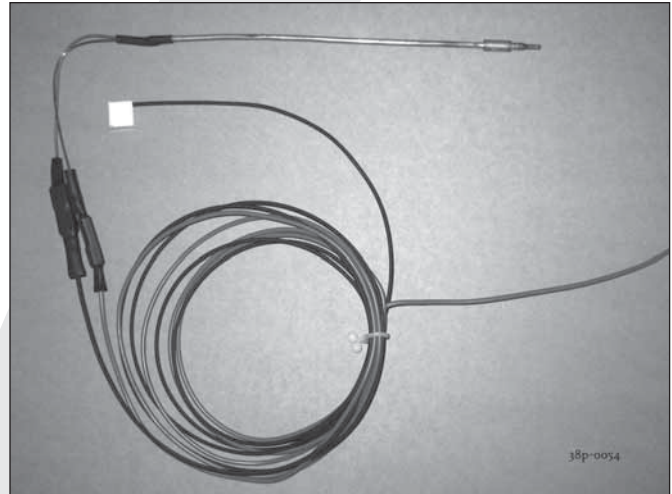

fig. 3b
!Let op De rode draad van thermokoppel 2 blijft aangesloten op het gasregelblok. In Fig. 3b is aangegeven hoe de draden op het thermokoppel zijn bevestigd. Verwijder vervolgens het gasregelblok. Leid de leidingen naar de gewenste positie, let op dat er geen vuil in de leidingen komt. Rol voorzichtig de rode en zwarte draad van thermokoppel 2 uit; Leg het gasregelblok samen met de draden van thermokoppel 2 in de richting van het bedieningskastje. Monteer het gasregelblok aan de beugels (2) van het binnen frame. Sluit de leidingen aan op de achterzijde van het gasregelblok. Let er op dat u de flexibele slang en de aluminium leiding gasdicht aandraait. Thermokoppel I moet men eerst handvast aandraaien en vervolgens I kwart slag met de sleutel. Plaats de ontvanger van de afstandsbediening in het bakje (3). Maak het buitenframe met deurtje (4) vast aan het binnenframe met behulp van de twee parkers (5). U kunt het buitenframe zo plaatsen afhankelijk of u het deurtje links of rechts draaiend wilt hebben.